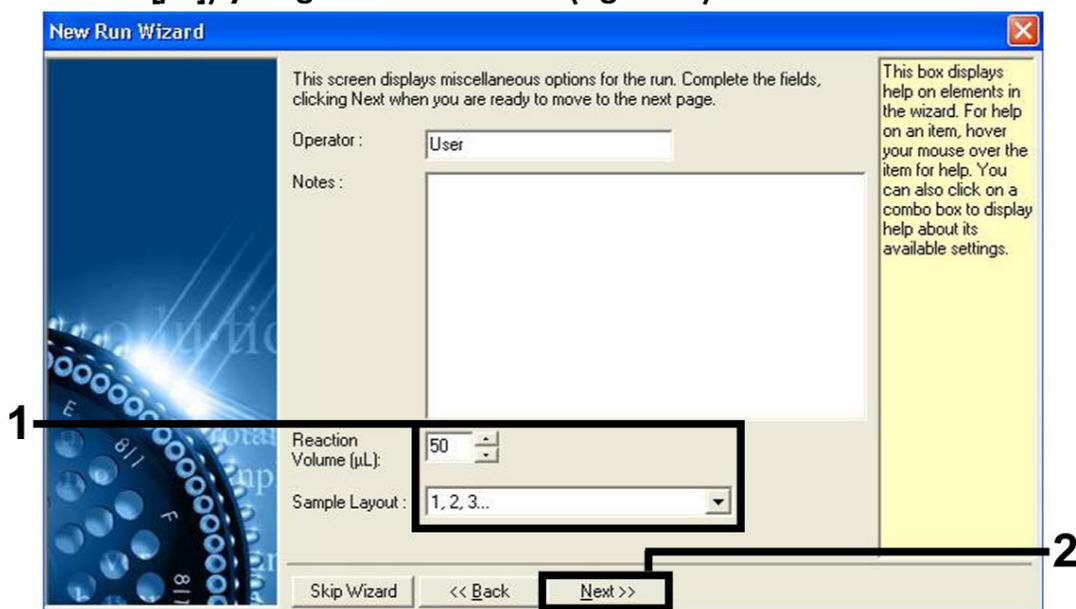

Figura 5. Configuración de los parámetros generales del ensayo.
7. Seleccione 50 en el campo “Reaction Volume (μL):” (Volumen de reacción [μL]) y haga clic en “Next” (figura 5).